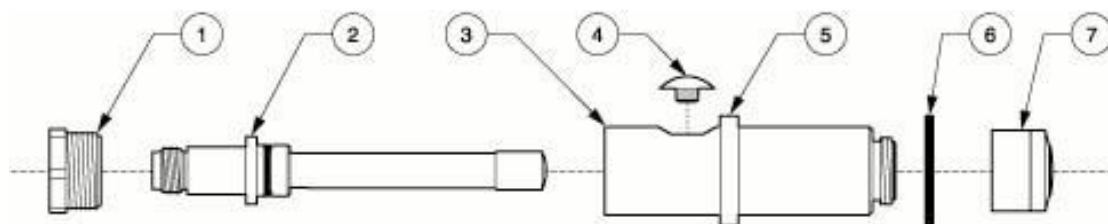

图 5 传感器部件¹
1. 将管道推入分析仪的进口接口处（见图 5）。
关于传感器部件的详细描述，请参考图 5。